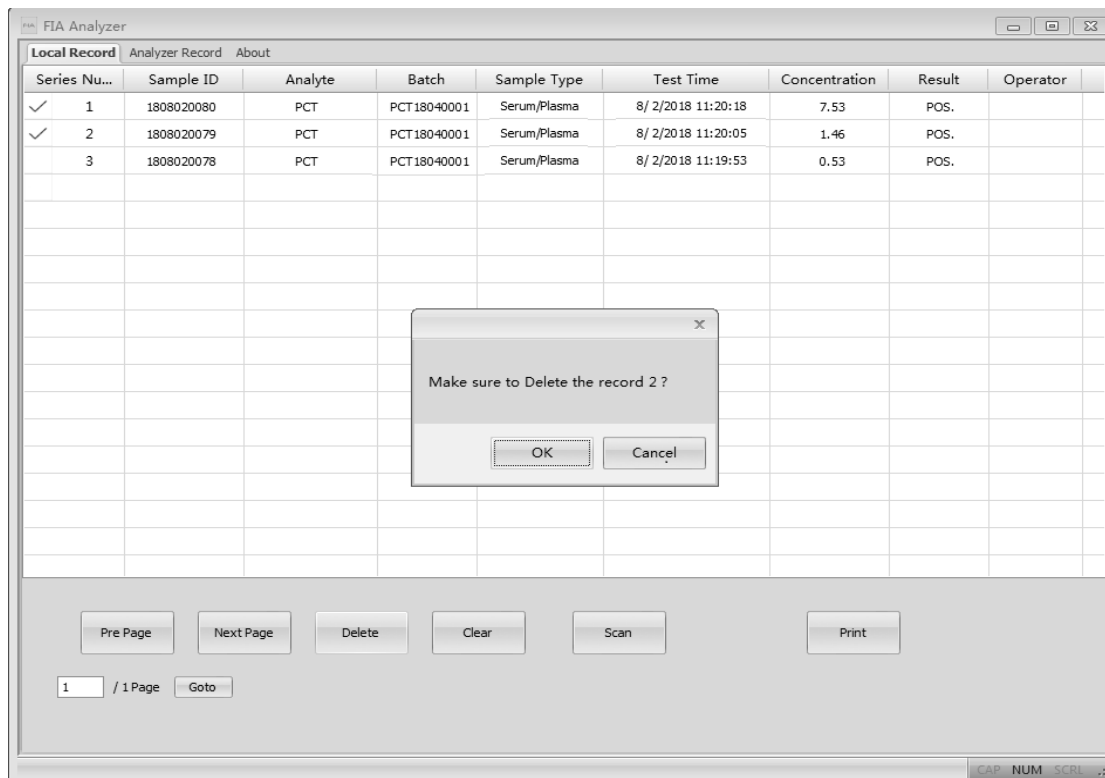

Fig 41
- "Delete": Seleccione los elementos que se van a eliminar y haga clic en la etiqueta "Delete", puede obtener una indicación como Fig 41 para confirmar. Haga clic en "OK" para eliminar.